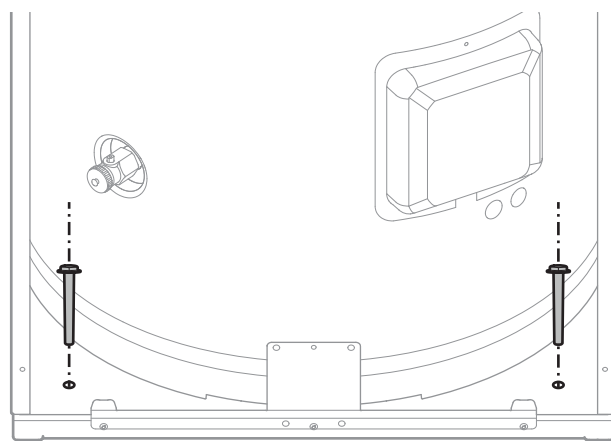

fig. 22 - Bevestiging op de grond
- De hydraulische module op de grond bevestigen (beugel niet inbegrepen) (*fig. 22*).